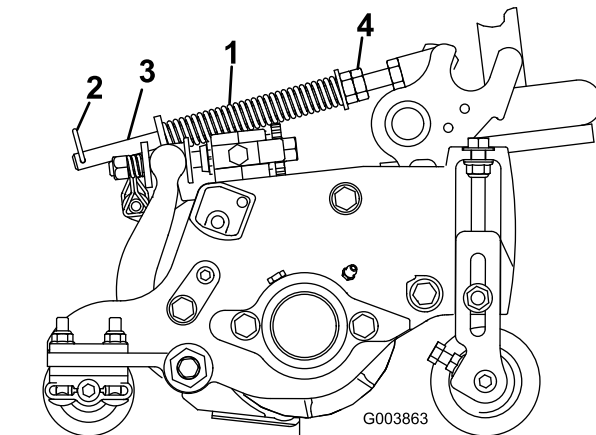

図 14
ターフ補正スプリング（図 14）は、前ローラから後ローラへと、カッティングユニットの体重移動を行います。（これによりユニットを安定させ、いわゆる「波打ったような」仕上がりを（ボビングとかマーセリングといわれる現象）を防いでいます。
1. ヘアピン・コッターがスプリング・ロッドの後の穴に差し込まれていることを必ず確認しておいてください（図 14）。
2. スプリング・ロッド前部についている六角ナットを締めてスプリングを縮め、スプリングの長さを、リールマスター 5210 と 5410 の 5 インチ・カッティングユニットでは 12.7 cm、5510 と 5610 の 7 インチ・カッティングユニットでは 15.9 cm に調整する（図 14）。